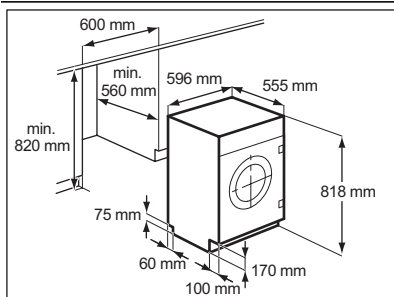

Fig. 1
- Este aparelho foi concebido para ser encastrado em móveis da cozinha. O nicho deve ter as dimensões ilustradas na Fig. 1.